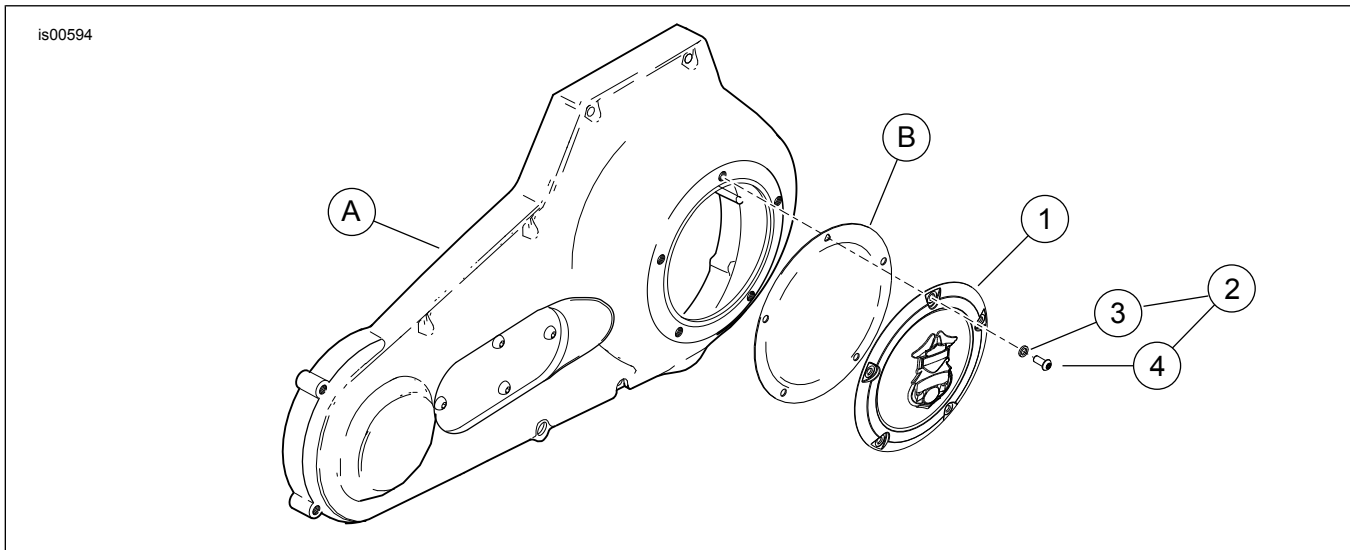

Figura 2. Cubierta cromada de inspección del embrague Billet
Vea la Figura 2 y consulte la Tabla 1.
- b. Vea la Figura 2. Coloque una arandela (3) en la rosca de uno de los tornillos **nuevos** (4). Inserte la rosca del tornillo a través del agujero superior de la cubierta de inspección del embrague y cuidadosamente enrósquelo completamente a través del agujero triangular en la junta. No empuje el tornillo a través del agujero.